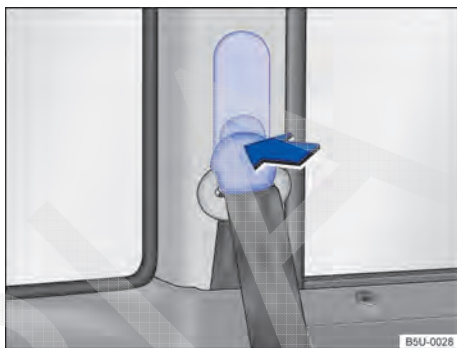

Fig. 52 Ao lado dos bancos dianteiros: regulagem de altura do cinto de segurança.
- Pressionar o dispositivo regulador no sentido da seta e mantê-lo pressionado → Fig. 52.